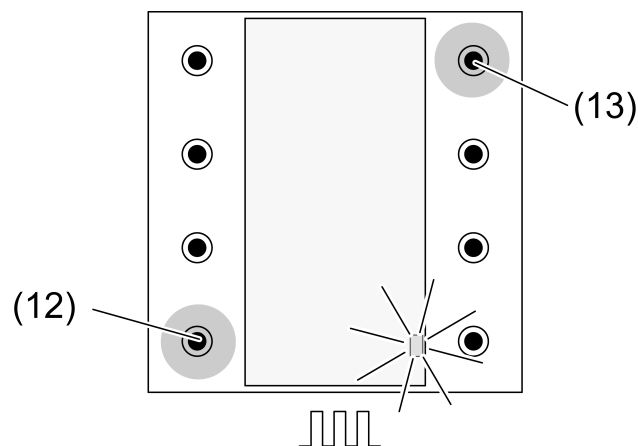

Bild 5: Programmiermodus für Szenentasten aktivieren
- Tasten oben rechts (13) und unten links (12) gleichzeitig 4 Sekunden drücken (Bild 5). Die Sendeleuchte (9) blinkt langsam. Funksensor befindet sich für ca. 1 Minute im Programmiermodus.
- Tasten oben rechts (13) und unten links (12) gleichzeitig kurz drücken (Bild 5).